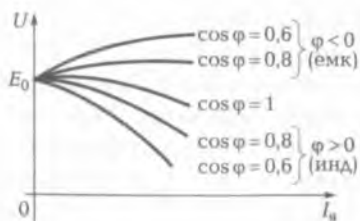

Рис. 7.16. Внешние характеристики синхронного генератора при различных нагрузках
**Внешние характеристики**  $U = f(I_n)$  синхронного генератора, показывающие изменения напряжения на зажимах генератора при изменении тока для активной и реактивной нагрузок, изображены на рис. 7.16.